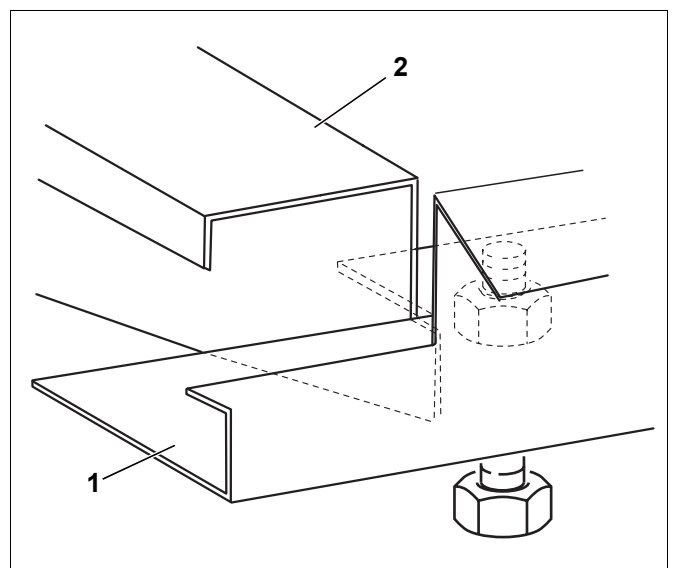

Bild 39 Längsschiene auf Quertraverse setzen
- Längsschiene (Bild 39, **Pos. 1**) mit der vorderen Ausklinkung auf die Ausklinkung der Quertraverse (Bild 39, **Pos. 2**) setzen.